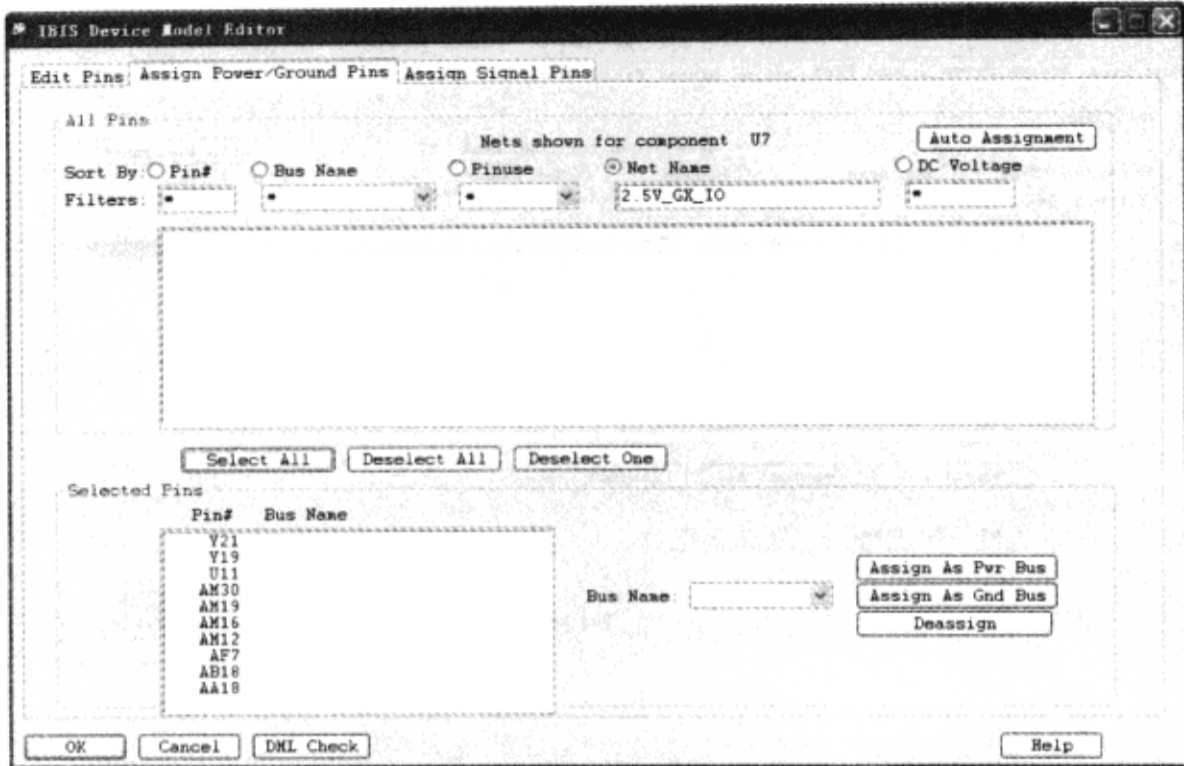

图 5-3-46 选择引脚
(8) 在“IBIS Device Model Editor”对话框中单击“Select All”按钮，这些网络现在显示在“IBIS Device Model Editor”对话框的“Selected Pins”区域，如图 5-3-46 所示（仅显示引脚号和总线名）。